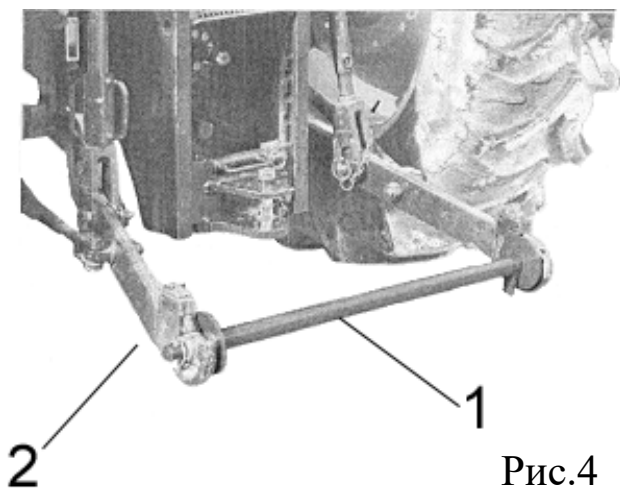

Рис.4
1. Прикрепите штангу культиватора 1 к навесному устройству трактора 2 Рис.4.